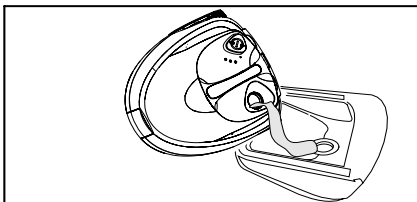

Рисунок 10
- ➔ Вилийте воду. При цьому нахиліть прилад заливною воронкою у кут (див. рис. 10).